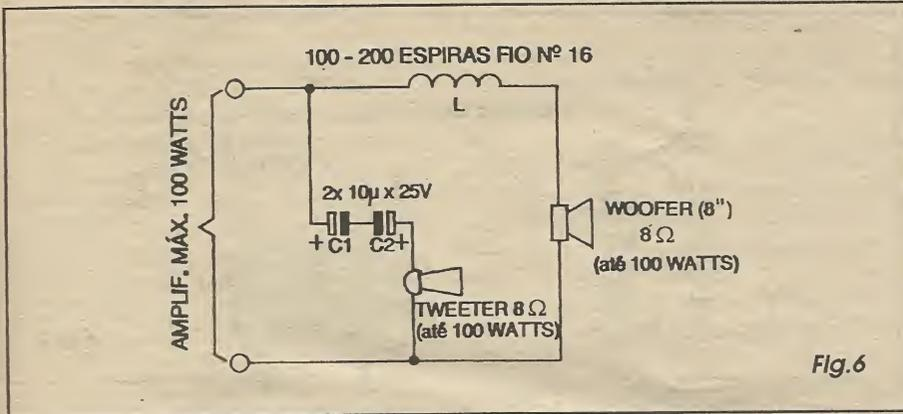

Fig.6
- FIG. 6 - UM PRÁTICO FILTRO/DIVISOR DE FREQUÊNCIAS - Até agora o leitor/aluno viu importantes fatos a respeito da filtragem/divisão de frequências num arranjo de transdutores finais de áudio (alto-falantes...). Vamos agora descrever a construção prática de um filtro passivo, que pode perfeitamente ser instalado em caixas acústicas residenciais, com excelente desempenho... Utilizando apenas dois alto-falantes - um para graves/médios (woofer de faixa larga) e um para médios/agudos (tweeter de faixa larga), o sistema aceitará trabalhar com amplificadores cuja saída tenha uma potência de até 100 watts,